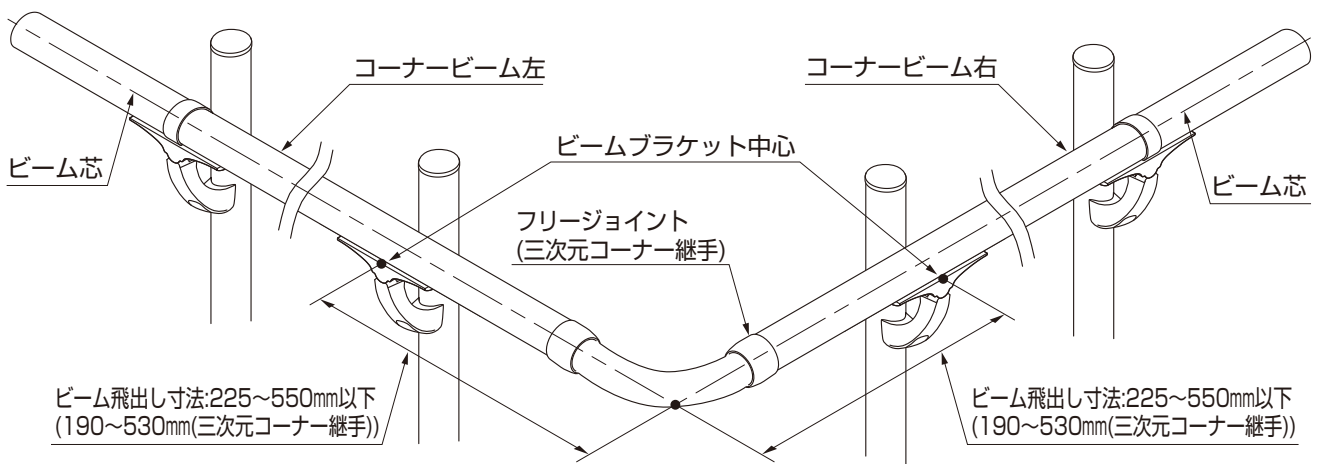

図6-4
- ①図6-4のように、ビーム飛出し寸法は、550mm以下になるように取付けてください。
- ビームの飛出し寸法は、550mm以下にしてください。(図6-4参照)